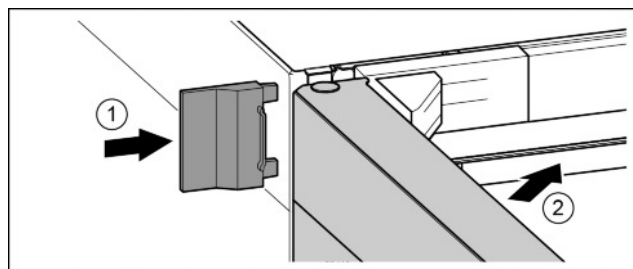

Fig. 18
u Enfiler le cache extérieur. Fig. 18 (1)
u Fermer la porte supérieure. Fig. 18 (2)